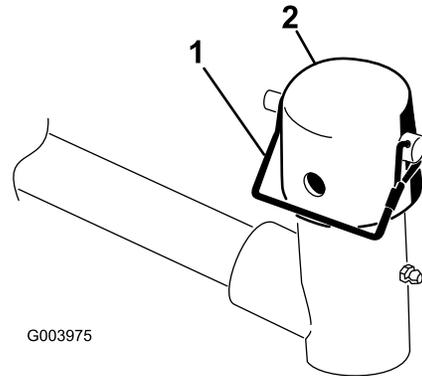

图7
- 6. 从提升臂轴轭上拆下锁扣销和中心盖（图7）。
10. 使用锁扣销将中心盖和承载架轴固定到提升臂轆。如果需要可偏转的滚刀组，可使用槽；如果需要滚刀组锁定到位，可使用孔（图7）。